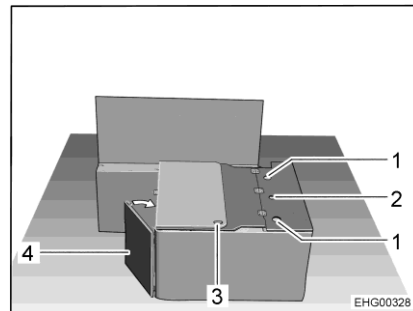

Fig. 34 Durante la trasformazione
- Ruotare la parete frontale della cassapanca (Fig. 34,4) in direzione della parete laterale.
- Tirare fuori la cintura di sicurezza con la fibbia attraverso l'apertura (Fig. 34,3) nel coperchio della cassapanca.
- Inserire lo schienale del sedile installabile nei supporti laterali (Fig. 34,1) e avvitare bene la vite della manopola nel supporto centrale (Fig. 34,2).